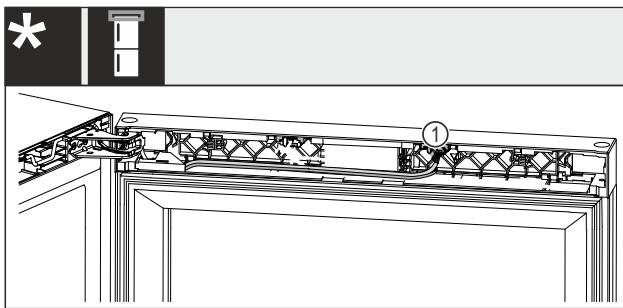

Fig. 23 Wein-Gefrier-Kombinationen*
► Stecker Fig. 23 (1) aus dem Nest herausziehen.*